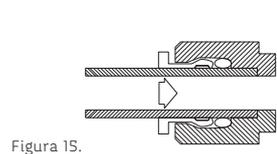

Figura 15.
9. Empuja fuerte y profundamente la manguera dentro del orificio (ver Figura 15).